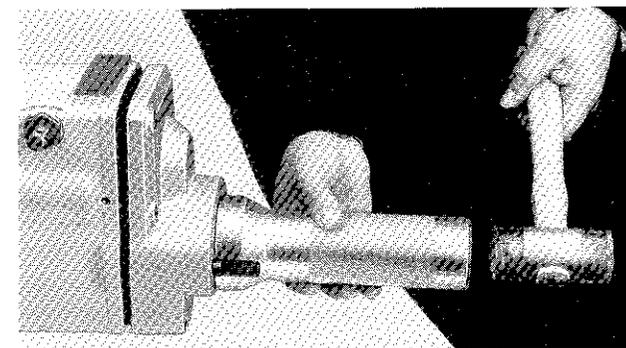

Fig. 21 - Montaggio coperchio carter con tampone 3.7981.015
- unire il coperchio 1 precedentemente composto, al carter infilando l'albero primario nella vite senza fine, l'albero P.T.O. nel cuscinetto del carter, i pattini della leva comando L-V-R.M. nella relativa sede e battendo con tampone 3.7981.015 (vedi fig. 21) (serrare le viti con una coppia di 6 Kgm);